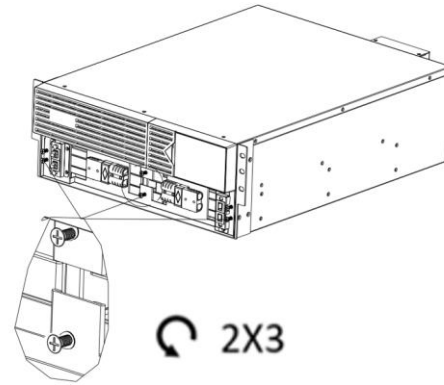

Figure 2
2. Dévissez et enlevez le support de retenue de la batterie à l'aide d'un tournevis cruciforme. (Fig. 2)